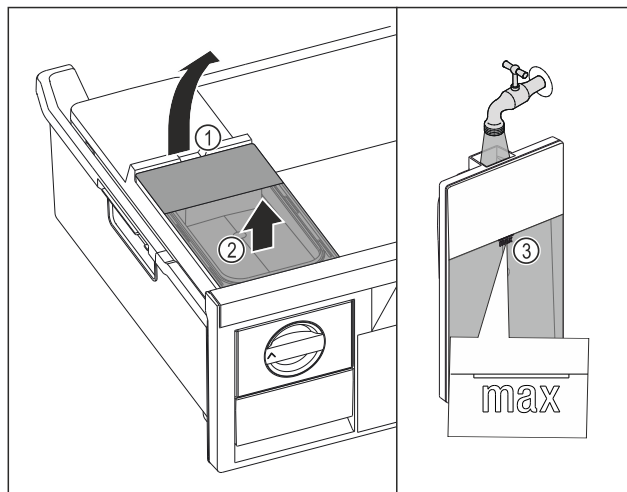

Fig. 161
- Emelje fel a víztartályt a kivágásnál Fig. 161 (1).
- Felfelé vegye ki a víztartályt. Fig. 161 (2)
- Ivóvízzel töltsse fel a jelölésig Fig. 161 (3) a víztartályt.